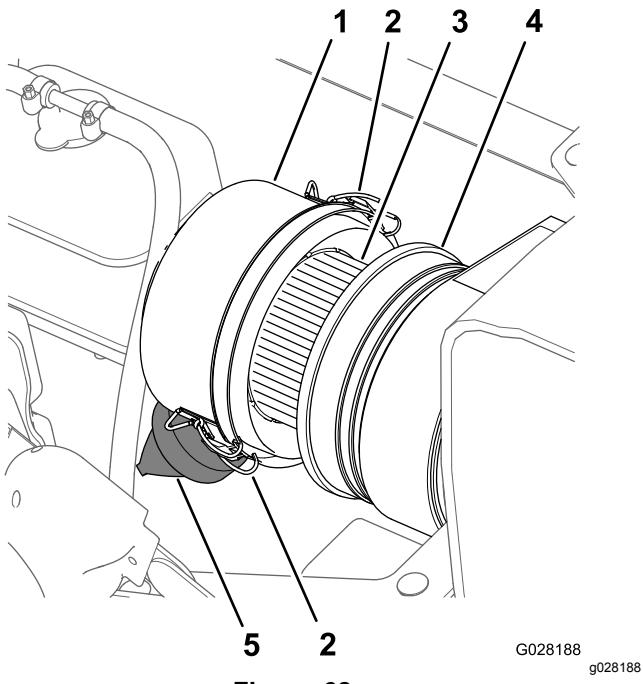
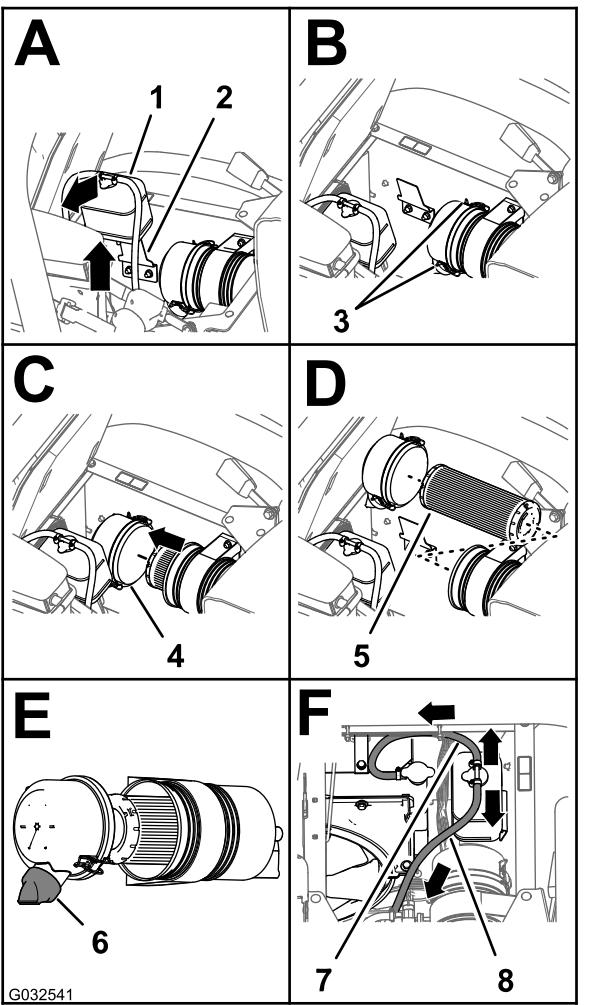

Figura 68
Figura 69
3. Pulite il coperchietto antipolvere e il corpo del filtro dell'aria (Figura 68).
4. Controllate il corpo del filtro dell'aria per escludere danni che possano causare una perdita d'aria (Figura 68).
5. Comprimete la valvola antipolvere per pulirla da sporcizia, polvere e detriti (Figura 68).
7. Verificate l'elemento del filtro dell'aria per escludere un eccessivo accumulo di polvere, sporcizia e detriti (Figura 68).
8. Montate il coperchietto antipolvere sul corpo del filtro dell'aria e fissatelo con i 2 fermi (Figura 68).
2. Pulite il coperchietto antipolvere e il corpo del filtro dell'aria (Figura 68).
3. Sollevate il serbatoio di troppopieno del refrigerante ed estraetelo dalla staffa di supporto del serbatoio (Figura 69).
4. Allentate i 2 fermi che fissano il coperchietto antipolvere al corpo del filtro dell'aria (Figura 69).
6. Pulite l'interno del coperchietto antipolvere, corpo del filtro dell'aria e valvola antipolvere con un panno umido (Figura 68 e Figura 69).
7. Inserite l'elemento del filtro dell'aria nel corpo del filtro dell'aria (Figura 69).
8. Montate il coperchio sul corpo del filtro dell'aria e fissatelo con i 2 fermi (Figura 69).
Nota: Assicuratevi che la valvola antipolvere sia allineata tra le posizioni a ore 5 e ore 7 vista dall'estremità (Figura 69).
9. Allineate il serbatoio di troppopieno del refrigerante alla staffa di supporto del serbatoio e posizionatelo saldamente (Figura 69).
Importante: Assicuratevi che il flessibile di sfiato della pressione sia disposto in avanti e verso il basso e che il flessibile di sfiato del serbatoio sia disposto indietro, come illustrato nella Figura 69.